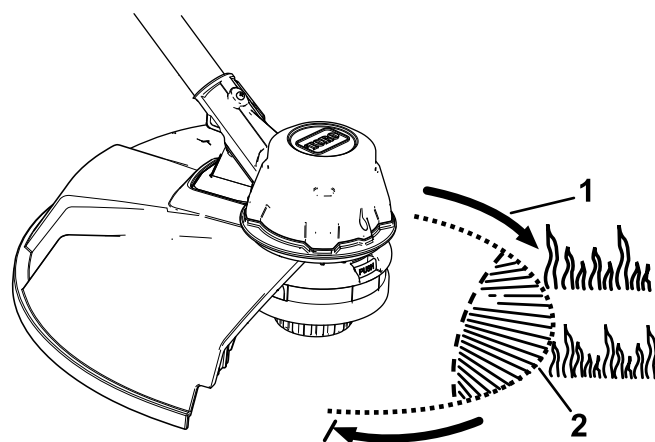

Rysunek 11
Kosa jest dostarczana z fabrycznie ustawioną szerokością koszenia 36,6 cm, jak widać w ramce A na Rysunek 11. Za pomocą poniższych instrukcji można przestawić szerokość koszenia na 40,6 cm, jak widać w ramce D na Rysunek 11.
1. Odkręć ostrze skracające linkę od spodniej strony osłony, odkręcając 2 mocujące je wkręty za pomocą dołączonego klucza imbusowego (ramka B na Rysunek 11) i przekręć ostrze skracające o 180°.
2. Po obróceniu ostrza skracającego przykręć je do osłony za pomocą 2 odkręconych wcześniej wkrętów (ramka C na Rysunek 11).